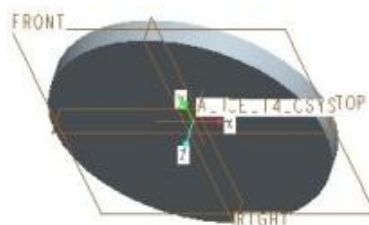

図 7-79 円盤状の形状
- ・これで押し出しの作業は完了するので右上のフィーチャー終了ボタンを押してフィーチャー画面を終了させる。できあがった円盤を図 7-79 に示す。